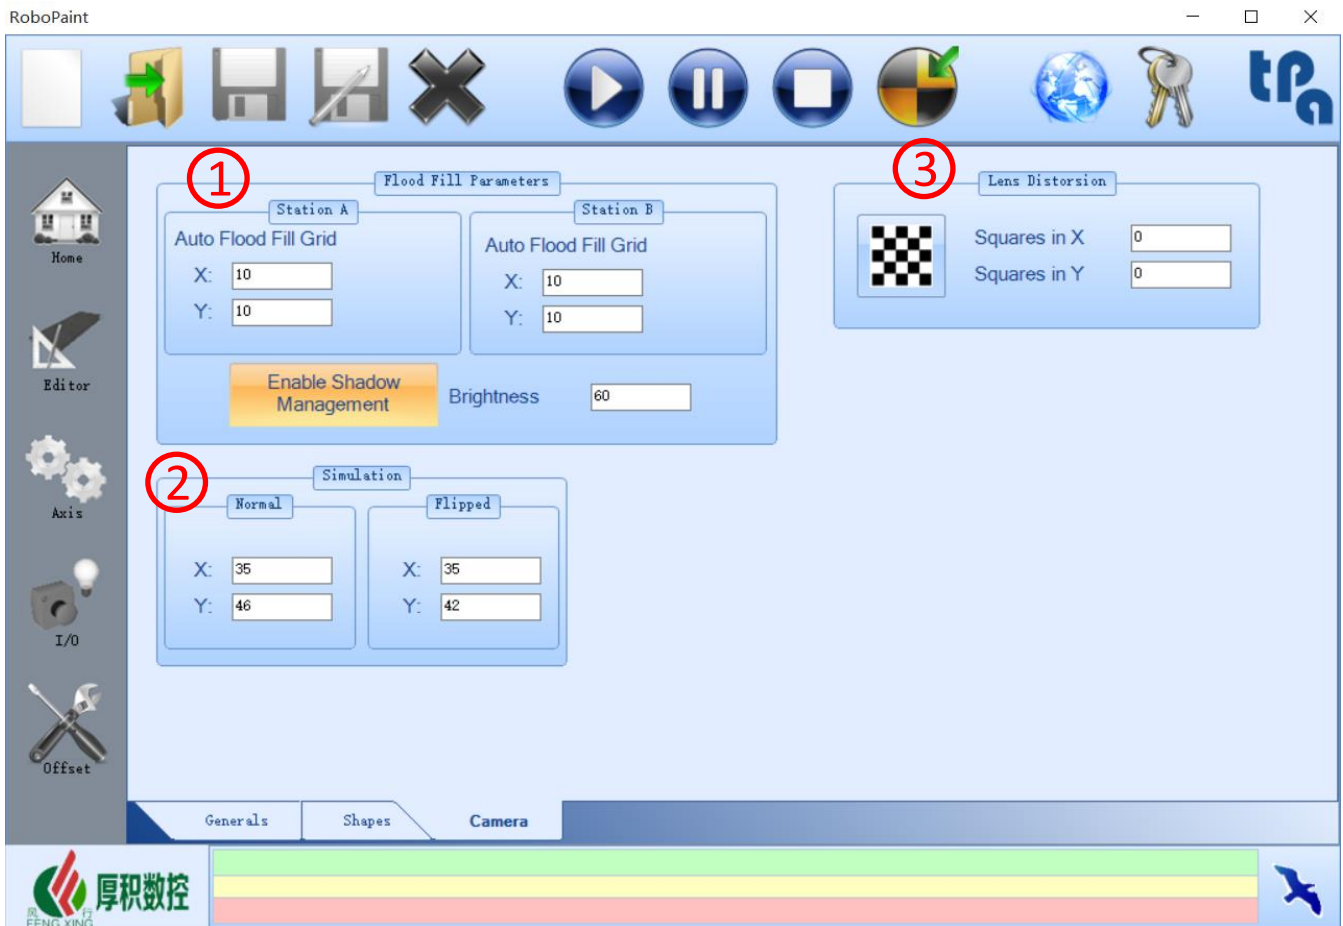

图 17
照相机: 以下参数说明对应图 17 中的数字:
- 4. 满水：执行第 3 点介绍的操作后，软件计算的工件外形可以不规则。此功能可以增强分析“工件”像素周围像素获得的比较精度：如果 RGB 值差小于用户设置的值，周围像素也将视为工件的一部分。可以从如图 17 所示的选项页面设置用于比较周围像素的网格。
- “模拟”：显示涂漆过程中机器 X Y 轴在工件上的实时移动。可以在照相机选项页面更改模拟参数，如图 17 所示。